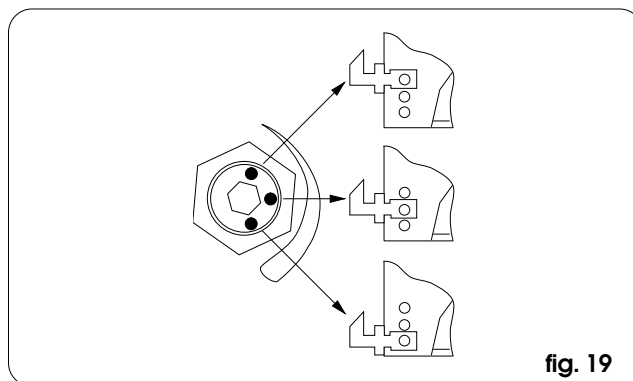

fig. 19
- In base alla regolazione in altezza delle ante effettuata, può essere necessario spostare entrambi i ganci su un altro foro (fare riferimento a fig. 19 per individuarlo in base alla posizione della bulinatura presente sul grano di regolazione della ruota di scorrimento).